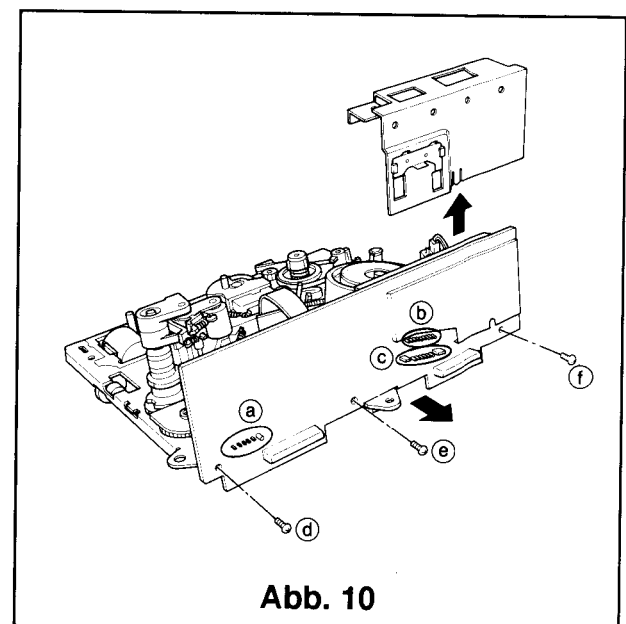

Abb. 10
- ① Nach dem öffnen der Abdeckung (siehe Artikel 2 Zerlegen) ist der Service an der Lötseite möglich.
- ② Die Einheit (PCB-HEAD AMP) kann wie folgt ausgebaut werden. Die Mechanik wie beschrieben ausbauen. (Siehe Artikel 4 Zerlegen). Die Abschirmung nach oben herausnehmen. die drei Anschlüsse (a ~ c) und die drei Schrauben (d ~ f) lösen. (Siehe Abb.10). Die Anschlüsse zum FE-Kopf, A/C-Kopf und zum CP-Motor lösen und die PCB-HEAD-AMP herausnehmen.